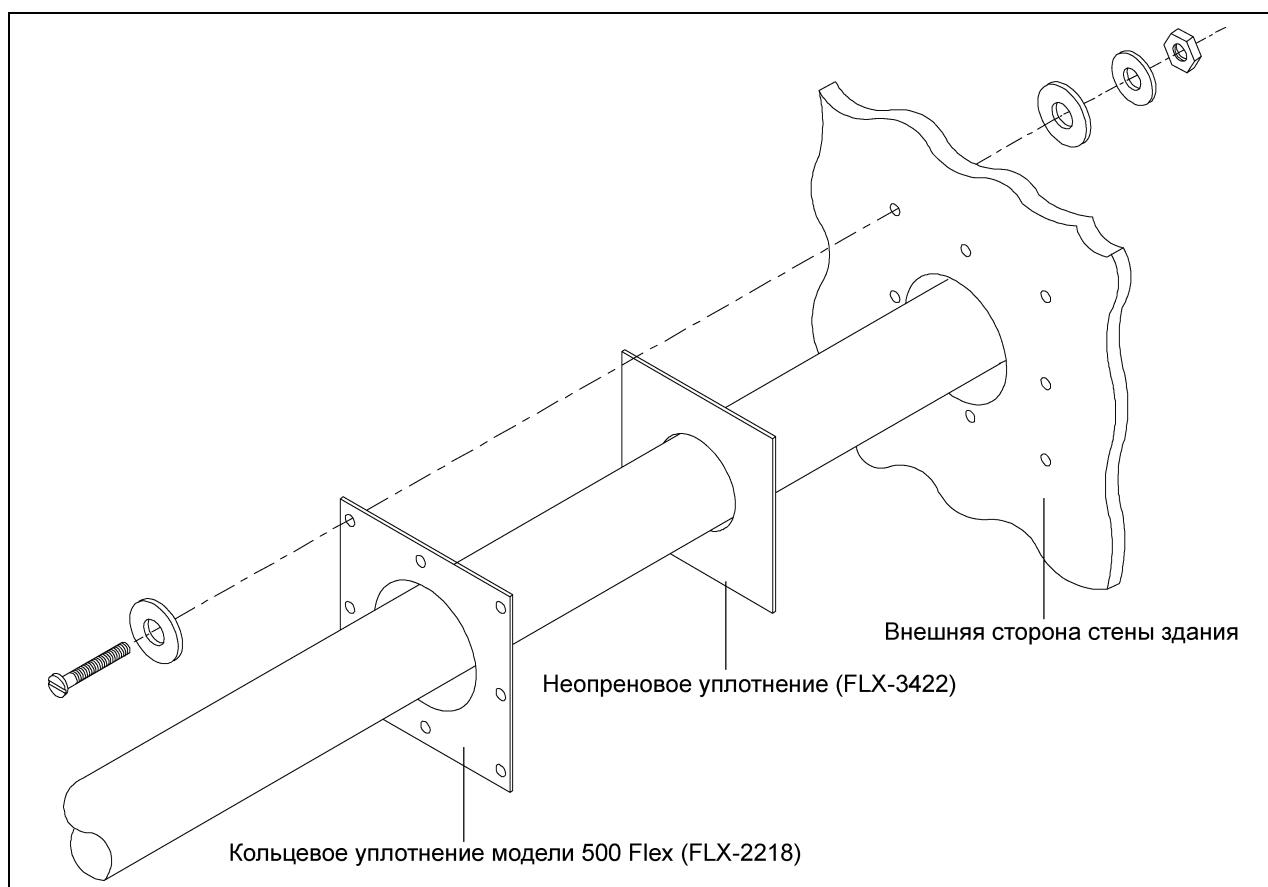

Рисунок 5J Установка кольцевого и неопренового уплотнений
1. Выберите технологический вход - точку, в которой шнек будет проникать в здание. Определив место технологического входа, прорежьте отверстие достаточного диаметра для установки трубопровода. Для герметизации проема в стене здания в комплект поставки включены кольцевое и неопреновое уплотнения. Кольцевое и неопреновое уплотнения устанавливаются, как показано на *рис. 5J*.